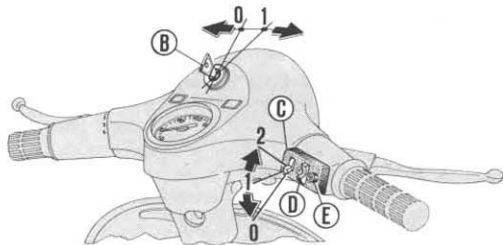

Fig. 23
1. Key controlled switch (for the positions see fig. 23 and 26) - 2. Clutch control (lever) and gear change (twist grip.) - 3. Front brake lever - 4. Throttle twist grip. - 5. Switch
1. Commutateur par clé (pour les positions voir fig. 23 et 26) - 2. Levier commande embrayage et poignée de changement de vitesses - 3. Levier frein AV - 4. Commande gaz - 5. Commutateur - déviateur - 6. Mâchoires frein AV. - 7. Pédale frein AR - 8. Levier du démarreur - 9. Dispositif de réglage commande changement de vitesses - 10. Mâchoires frein AR. - 11. Embrayage - 12. Carburateur et filtre à air - 13. Commande « starter » - 14. Robinet mélange - 15. Poussoir (avec serrure par clé) pour dégagement selle biplace (basculante) - 16. Bouchon du réservoir.
1. Conmutador con llave (para las posiciones ver fig. 23 y 26) - 2. Mando del embrague combinado con el mando cambio - 3. Palanca freno delantero - 4. Puño mando gas - 5. Conmutador - 6. Zapatas freno delantero - 7. Pedal freno trasero - 8. Palanca de puesta en marcha - 9. Ajuste mando cambio - 10. Zapatas freno trasero - 11. Embrague - 12. Carburador y filtro de aire - 13. Mando estrangulador del aire - 14. Llave de gasolina - 15. Pulsador (con cerradura de llave) para desbloqueo sillín biplaza (basculante) - 16. Tapon depósito mezcla.
- Main switch « B », key operated, for engine ignition (position 1) and for engine cut-out (position 0 extractable key) placed on the handlebars, central part, (see fig. 23).
- Switch « C » (on handlebars, R. H.) with lever « D » (high beam and low beam), and with a horn « E » (see fig. 23).
- Commutateur principal « B » à clef, circuit inséré pour l'emploi (position 1) et d'arrêt moteur (position « 0 », clef extractible) placé sur le guidon dans la partie centrale. Voir fig. 23).
- Commutateur « C », côté droit du guidon, avec levier « D » de commutation phare - code et poussoir pour l'avertisseur « E » voir fig. 23).
— Un conmutador principal «B» con llave, de predisposición a la marcha (posición 1) y de parada motor (posición « 0 », la llave puede sacarse), centro del manillar (fig. 23).
— Un conmutador «C» lado derecho del manillar, con palanquita « D » para las luces de cruce y carretera y pulsador del claxon « E » (ver fig. 23).
Key switch (extractable) placed on the handlebars central part (fig. 23).
Light switch on the headlamp, located on handlebars, R. H. (see fig. 23).
Commutateur à clé (extractible) installé au centre du guidon (fig. 23).
Commutateur feux du projecteur, guidon côté droit (fig. 23).
Conmutador con llave (que puede sacarse) situado en el centro del manillar (ver fig. 23).
Conmutador luces faro sobre el manillar lado derecho (ver fig. 23).
Notice - In case of hard starting see page 46. When push starting should be attempted (see page 46), first turn switch key (« B » fig. 23) on position 1 (circuit on).
Lorsque on doit effectuer (comme indiqué à la page 46) le démarrage en poussant le scooter, il faut d'abord tourner la clef du commutateur (« B », fig. 23) dans la position 1 (circuit inséré).
Cuando haya que intentar el arranque empujando la moto (como indicado en la pág. 47), es necesario antes girar la llave del conmutador (« B » fig. 23) en la posición 1 (pre-disposición a la marcha).